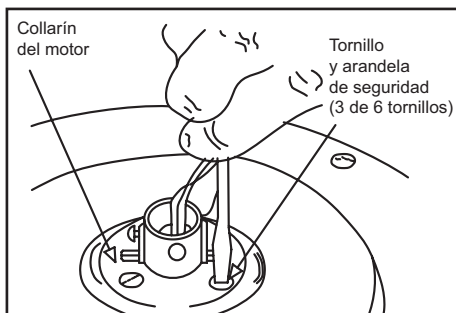

Figura 8
3. Retira tres de los seis tornillos y arandelas de seguridad (alternados) que sujetan la placa de refuerzo a la parte superior de la carcasa del motor (Figura 8).